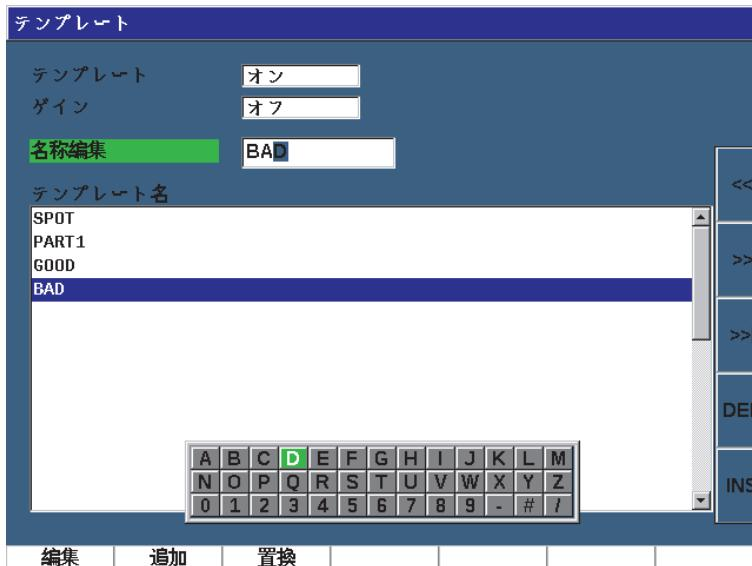

図 11-48 テンプレート設定ページ
2. 設定 (P7 キー) を押し、テンプレート設定ページを表示します (309 ページの図 11-48 参照)。